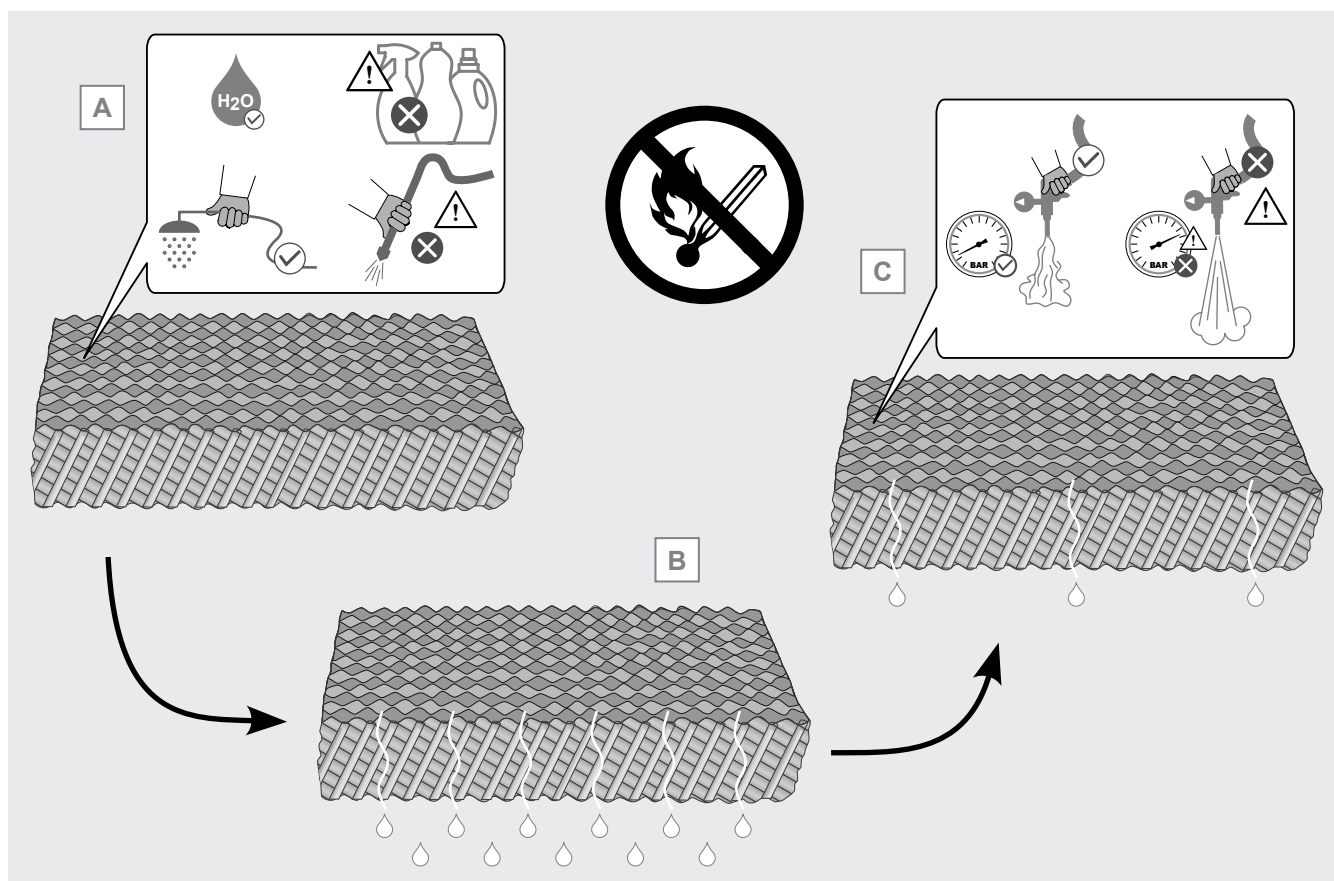

Figure 19
- 12.9.11 N'utilisez que de l'eau pour le nettoyage. Ne pas utiliser de détergents, de détartrants, de substances moussantes, acides ou alcalines. L'utilisation de détergents ou d'autres substances pour nettoyer les panneaux peut entraîner la détérioration du carton, la prolifération d'algues et de bactéries. Les algues, les bactéries et les micro-organismes en général peuvent compromettre de façon permanente la structure du panneau et donc ses performances. Voir la Figure 19 A.
- 12.9.12 Après le nettoyage, laissez l'eau s'écouler du panneau pendant quelques minutes, voir la Figure 19 B. Si nécessaire, éliminer l'excédent d'eau à l'aide d'un jet d'air comprimé à basse pression. Veillez à ne pas endommager les panneaux avec une pression excessive, voir Figure 19 C.